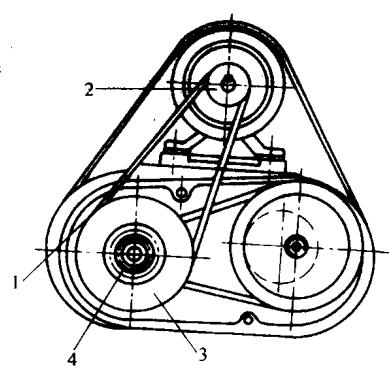
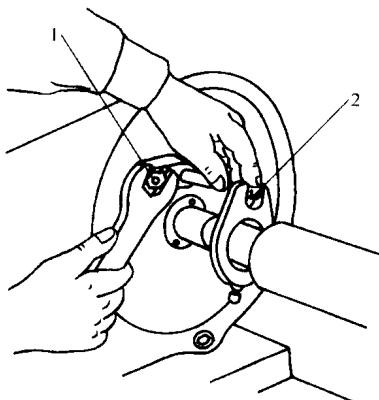

图 2-3 调整转速与锁紧主轴
图 2-4 调整拨盘
(2) 调整转速 如图 2-3 所示，拆卸罩壳后，更换传动带 1 在三级塔形带轮 2、3 中的位置，即可获得三级转速。
(3) 锁紧主轴 用两顶尖装夹工件时，主轴必须固定不动，为此可拧紧螺钉 4(见图 2-3)。
(4) 顶尖的装拆 安装时，应擦净主轴锥孔和顶尖表面，然后用力将顶尖推入主轴锥孔中即可。拆卸时，一手握住顶尖，一手将铁棒插入主轴后端孔中，用力冲击顶尖尾部即可卸下。
(5) 调整拨盘 如图 2-4 所示，放松螺钉 1，即可调整拨杆 2 的圆周位置，调整完毕应锁紧螺钉 1。